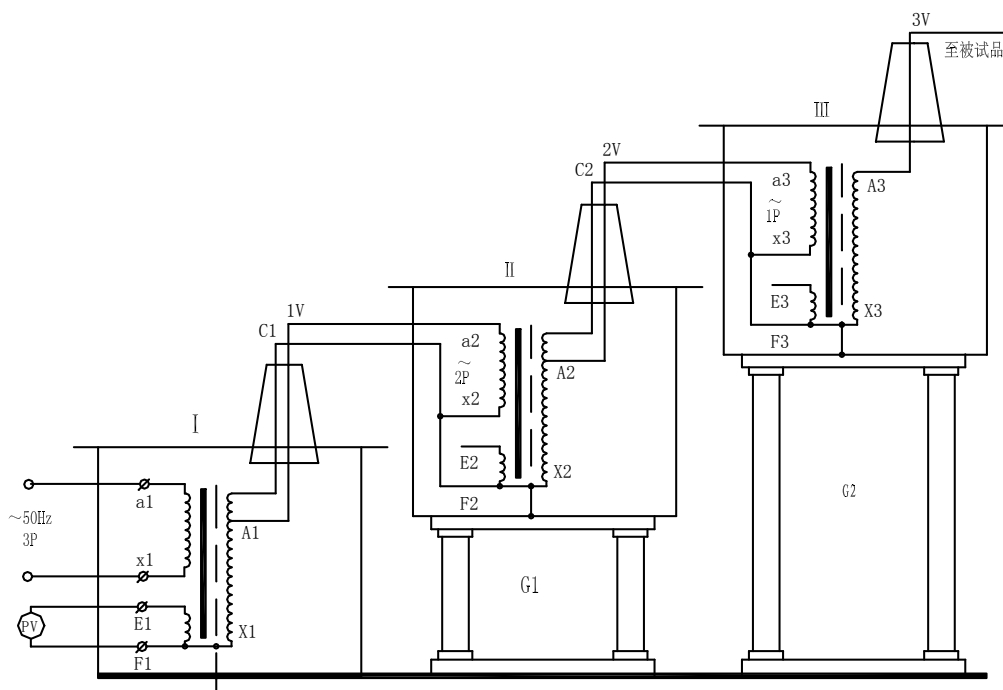

图 5：三台油浸式便携式高压测试仪串级接线原理图
3、三台油浸式便携式高压测试仪串级获得更高电压的接线原理见图 5。串级油浸式便携式高压测试仪有很大的优越性，因为整个试验装置由几台单台油浸式便携式高压测试仪组成，单
台油浸式便携式高压测试仪容量小、电压低、重量轻，便于运输和安装。它既然可串接成高出几倍的单台油浸式便携式高压测试仪输出电压组合使用，又可分开成几套单台油浸式便携式高压测试仪单独使用。整套装置投资小，经济实惠。图 5 中，在第一级和第二级的每个单元油浸式便携式高压测试仪中都有一个励磁绕组 A1、C1 和 A2、C2。在串联试验变压器基本原理图中，低压电源加在油浸式便携式高压测试仪 I 的初级绕组 a1x1 上，单台试验变压 I、II、III 的输出电压都是 V。励磁绕组 A1、C1 给第二级油浸式便携式高压测试仪 II 的初级绕组供电；第二级油浸式便携式高压测试仪 II 的励磁绕组 A2、C2 给第三级油浸式便携式高压测试仪 III 的初级绕组供电。第二级油浸式便携式高压测试仪 II 和第三级油浸式便携式高压测试仪 III 的箱体分别处在对地为 1V 和 2V 的高电位上，所以箱体对地是绝缘的，油浸式便携式高压测试仪 I 的箱体是接地的。这样第一级、第二级、第三油浸式便携式高压测试仪对地的额定输出电压分别为 1V、2V、3V；其额定容量分别为 3P、2P、1P。